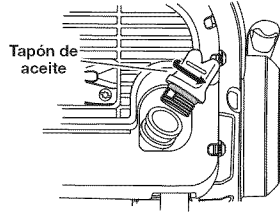

Fig. 5
2. Con la unidad colocada en una superficie plana nivelada, quite el tapón del recipiente de aceite (Fig. 5).